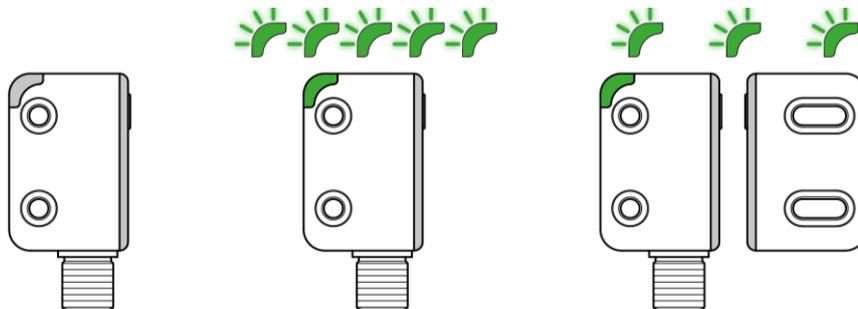

Figura 39 - Segnalazioni teach-in
- Accendere il sensore R-Safe RFID (Figura 39, condizione A).
- Dopo l'accensione, il sensore è pronto per l'accoppiamento con l'attuatore. (Figura 39, condizione B).
- Quando l'attuatore si avvicina al sensore RFID a una distanza  $\leq 2$  mm, il sensore viene programmato dopo 5 secondi (Figura 39, condizione C).